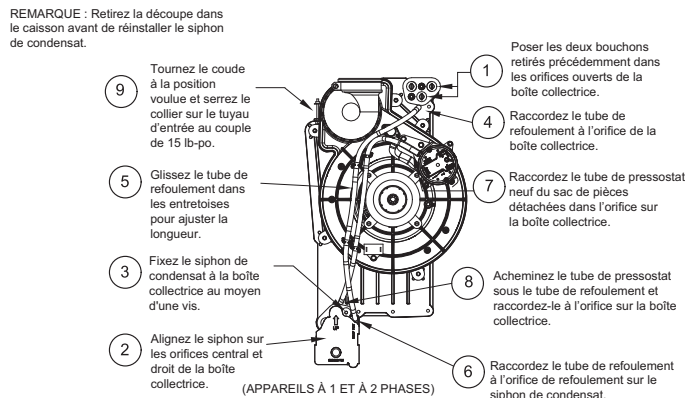

Fig. 11 – Configuration horizontale gauche A11574FR
Lorsque la chaudière est installée en configuration horizontale à droite, le siphon de condensat est installé initialement en usine au bas de la boîte collectrice. Consultez l'image du haut de la Fig. 10. Lorsque la chaudière est installée en configuration horizontale à gauche, le siphon de condensat est installé initialement en usine au sommet de la boîte collectrice. Consultez l'image du haut de la Fig. 11. Dans les deux cas, le siphon doit être repositionné sur le boîtier de capteur pour assurer un drainage adéquat du condensat. Consultez les images inférieures des Fig. 10 et Fig. 11.
- La Fig. 11 illustre le siphon de condensat et la tuyauterie avant et après le déplacement en position horizontale à gauche.